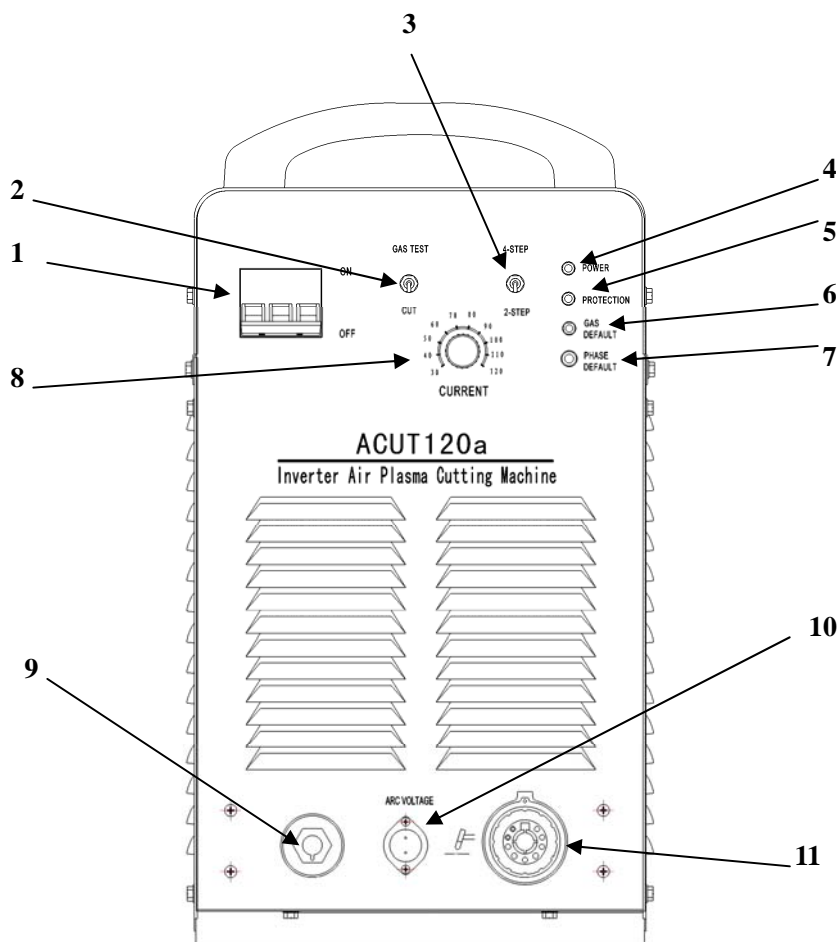

Рис. 6: Передняя панель
10. Разъемы подключения кабеля «Arc Voltage» (2-х штырьевой разъем) и кабеля «START» от ЧПУ (2-х или 3-х штырьевой разъем, на рис.6 не изображен). При установке на источнике 3-х штырьевом разъема для сигнала «СТАРТ» используются ножки 1 и 3 (слева и справа от ключа)